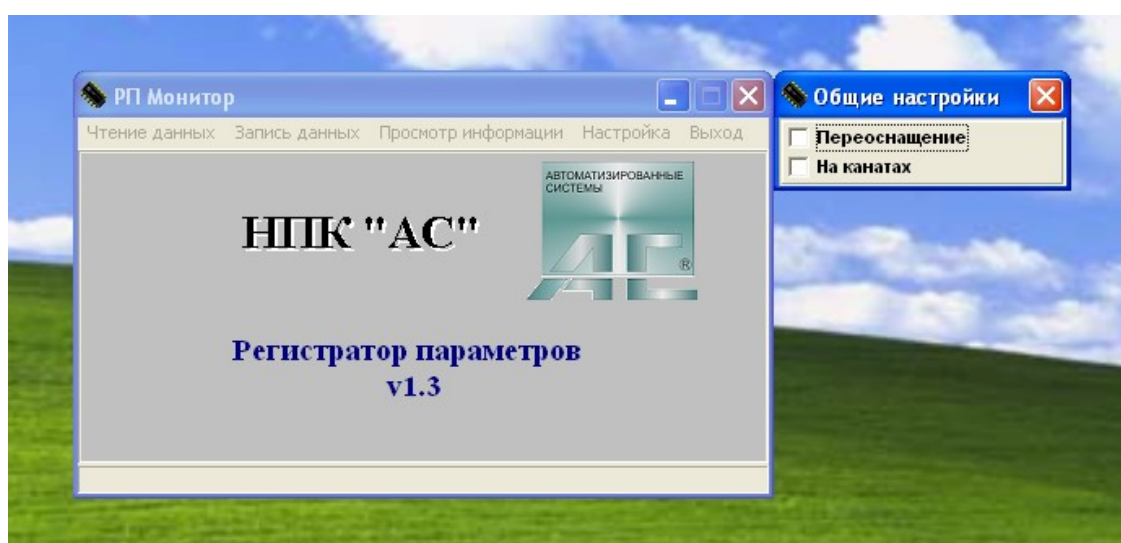

Рис.6. Меню раздела "Настройка"
6.3.6. Прежде, чем войти в раздел "Запись данных", откройте меню раздела "Настройка" и определите характер выполняемой Вами работы и тип грузовых характеристик, Рис.6.